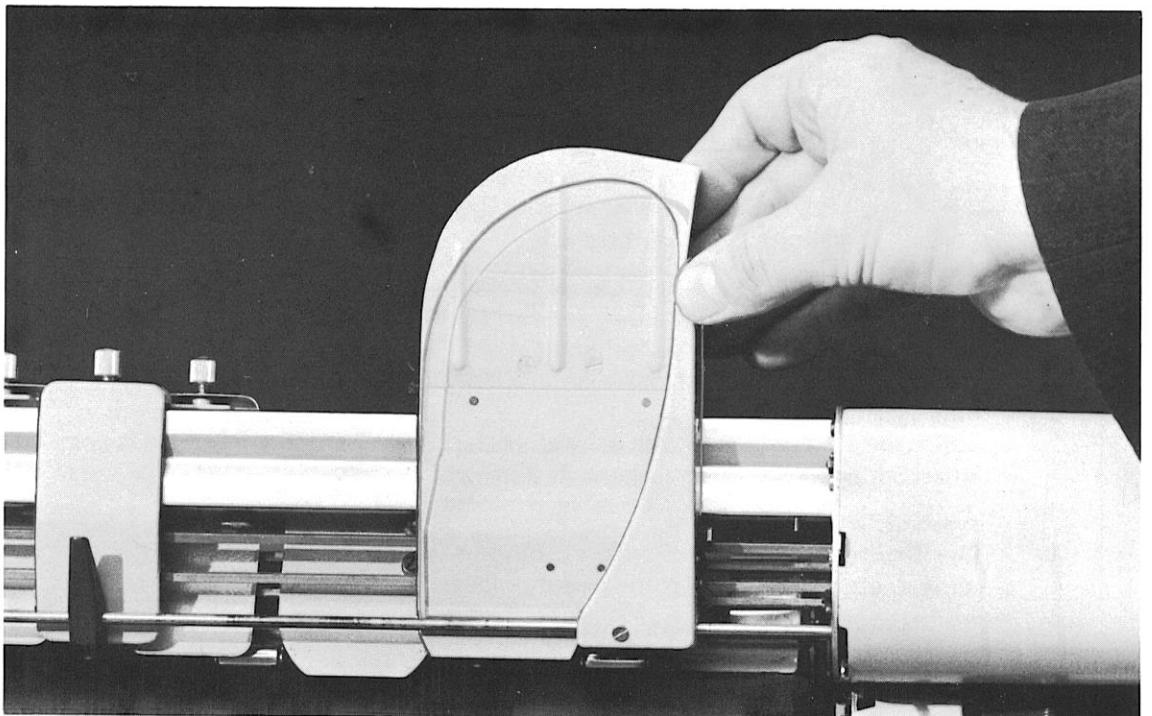

Abb. 19 Einstellen der Kartentasche
4.10.13 Kartentasche und Zwischenführungen (Abb. 19)
► **Achtung:** Kartentasche beim Verschieben nicht am **Plexiglasfenster anfassen** (s.Abb. 19)